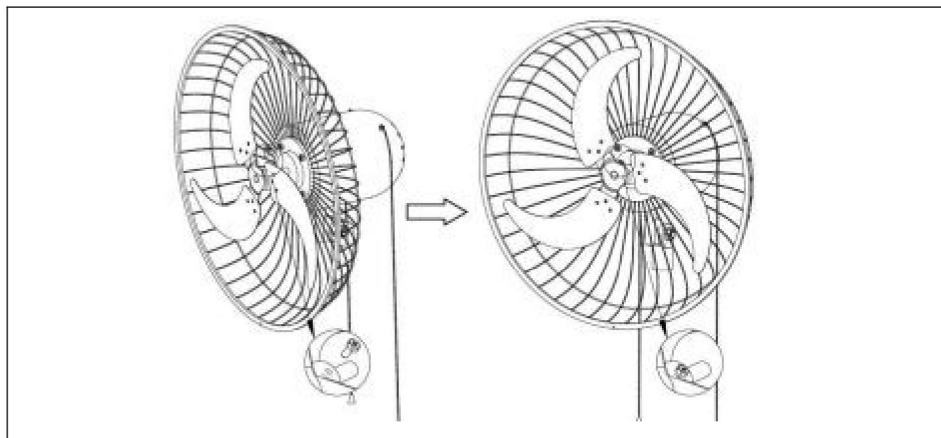

Fig.6.
- 2). Installare la pala della ventola (15) sull'albero del motore, quindi bloccare la vite della pala (14). Vedere la (Fig.6.)